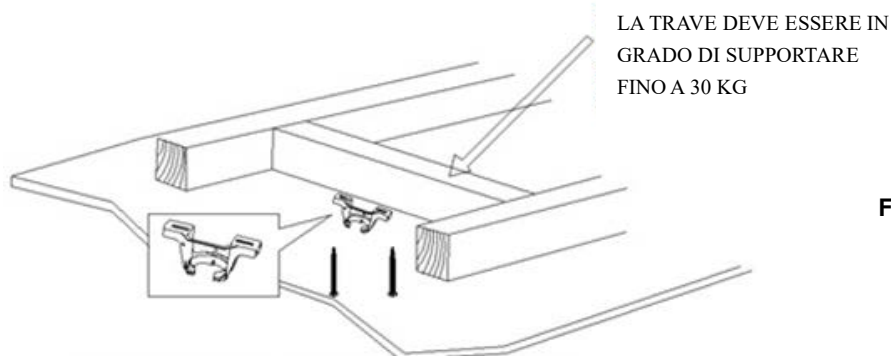

Fig. 2
- Fissare la staffa di supporto a una struttura o una trave del soffitto in grado di sostenere un carico di almeno 30 kg con le 4 viti lunghe fornite. Assicurarsi che almeno 30 mm della vite siano inseriti nella struttura (Fig. 2).